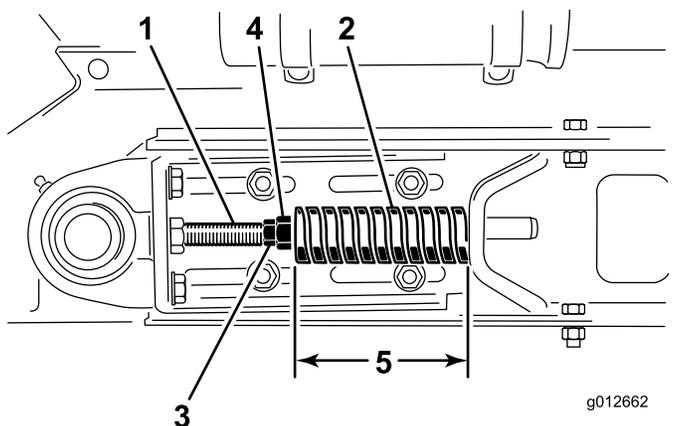

Рисунок 20
3. Ослабьте заднюю контргайку (Рисунок 20).